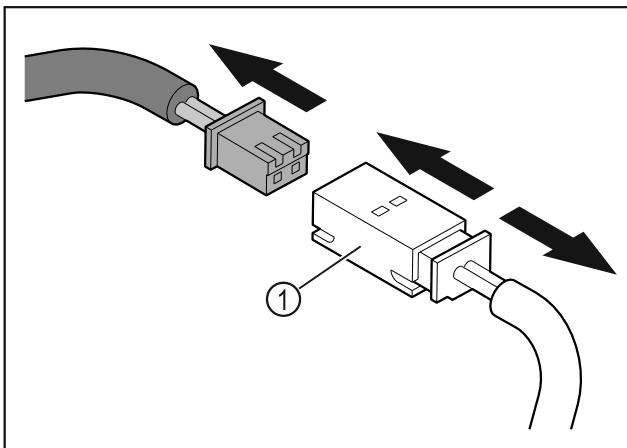

Fig. 13
- Ta isär kontakten och stickkopplingen Fig. 13 (1).